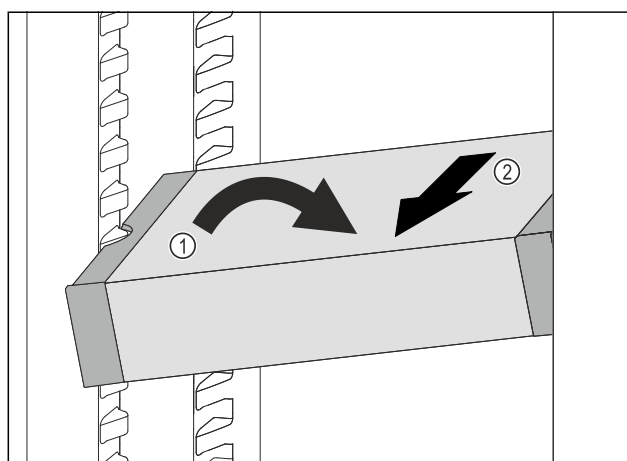

Fig. 124
- ▶ Ställ VarioSafe snett i kyldelen. Fig. 124 (1)
- ▶ Dra VarioSafe framåt för att ta ut den. Fig. 124 (2)